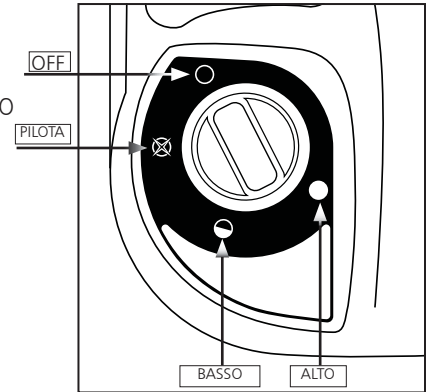
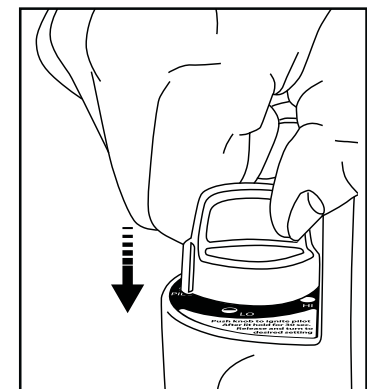

Figura 1: manopola di controllo
Figura 3: accensione
- Assicurarsi che la Manopola di controllo a quattro posizioni sia in posizione "OFF" : vedere Figura 1.
- Ruotare la manopola di controllo in senso antiorario fino alla posizione "PILOTA" e premere per accendere; vedere Figura 1 e Figura 3.
- Dopo che la formella del bruciatore è diventata arancione vivo, regolare l'uscita di calore girando la manopola di controllo nella posizione desiderata (impostazione "ALTO"  o "BASSO"  Figura 1.